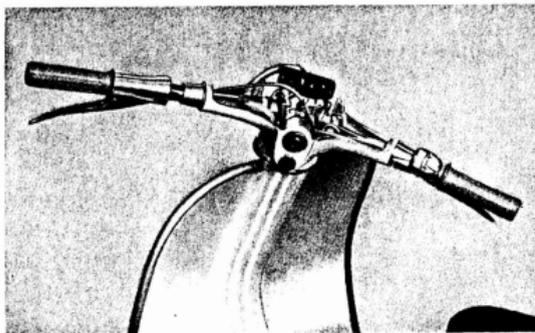

Fig. 33
- 42 Levantar la parte superior del cuerpo del manillar lo suficiente para alcanzar y desatornillar el bulón que sujeta el ataque del tacómetro al cuerpo del mismo tacómetro. Sacar la toma del reenvío, sacar el cable de la bombilla de alumbrado del tacómetro del distribuidor fijo, liberando así la parte superior del cuerpo del manillar. Se puede desmontar ahora también el tacómetro, desatornillando los tres bulones que lo sujetan desde abajo (véase fig. 33).